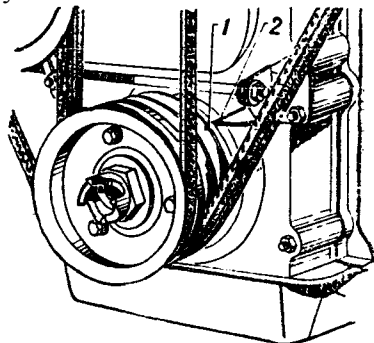

Рис. 36. Установка коленчатого вала в положение в. м. т.
6. Для проверки правильности установки зажигания присоедините контрольную лампочку одним проводом к массе автомобиля, а другим к клемме низкого напряжения на распределителе зажигания. Поверните коленчатый вал в положение, близкое к концу сжатия в первом цилиндре. Контрольная лампочка должна загореться, когда середина метки на шкиве не дойдет до указателя в. м. т. на 6 мм (рис. 36).
3) осторожно поворачивайте коленчатый вал и остановите вращение, когда середина метки 1 на шкиве коленчатого вала остановится против острия указателя 2, установленного на крышке шестерен распределителя (рис. 36).